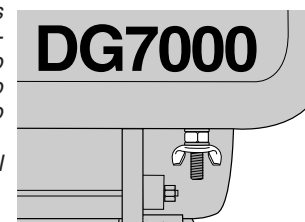

FIGURA 1: ENCHUFE A TIERRA
1. Localice el enchufe de tierra debajo del panel de control del generador (consulte la figura 1).